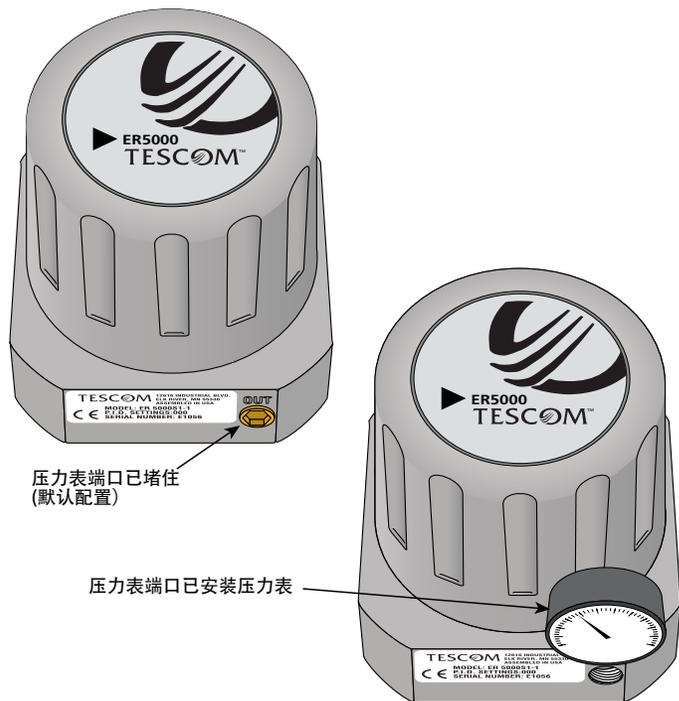

图66: 压力表端口用堵头堵住, 和安装压力表示意图
- 未安装压力表时，必须将压力表端口堵住，如图66中所示。安装压力表后，必须进行适当的气密密封。